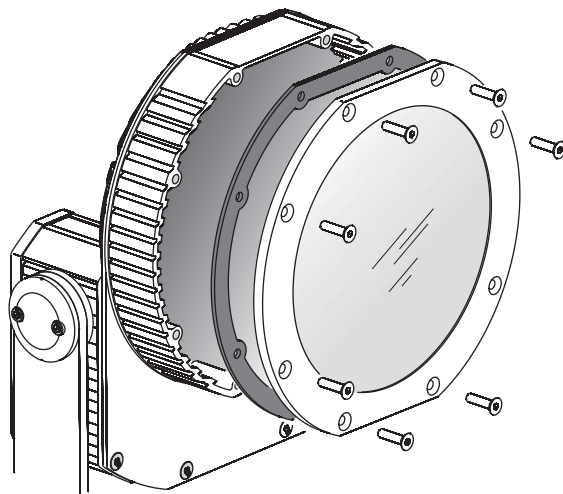

Figure 17: Couvercle frontal et son joint
2. Voir Figure 17. Démontez les vis du couvercle frontal puis le couvercle lui-même et son joint.